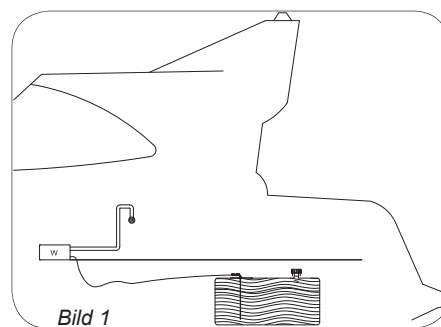

Bild 1
1. Bränslets yta finns under värmaren/spisen. *Bild 1.*